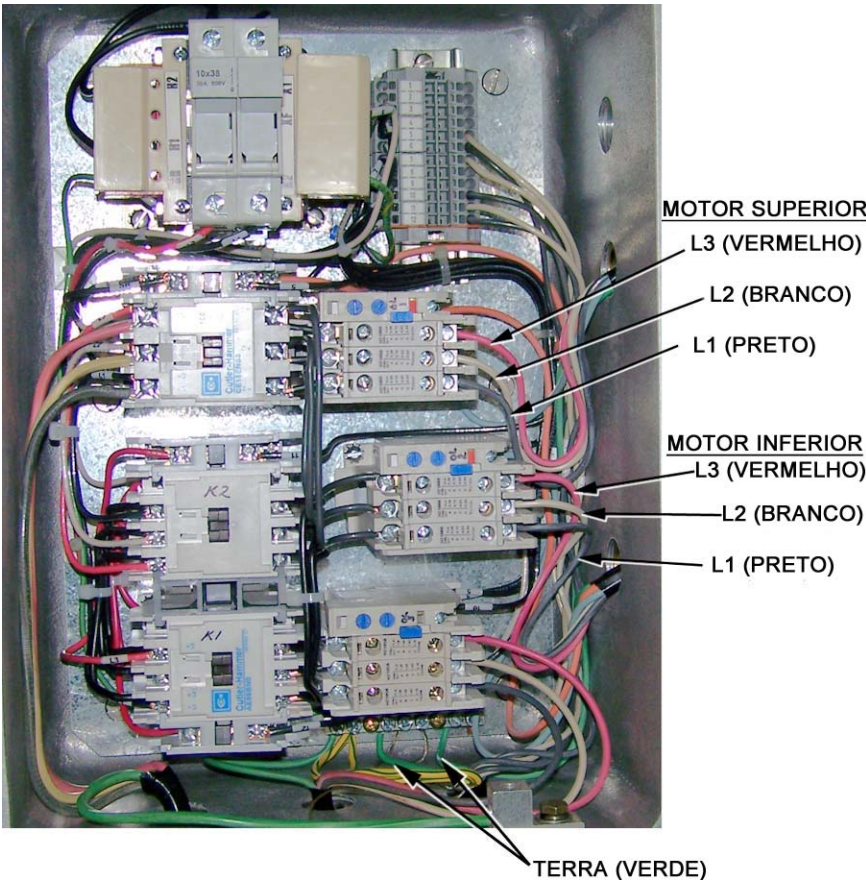

Figura 7-7 Conexões do Motor Típicas Pannel no Interior do Pannel de Controle
4. Ligue os fios de alimentação aos terminais de sobrecarga térmica no interior do painel de controle. As conexões típicas são mostradas na Figura 7-7. Devido a variações, entretanto, conexões reais em seu equipamento podem ser diferentes (consulte o diagrama esquemático na Seção 8 para o seu equipamento).